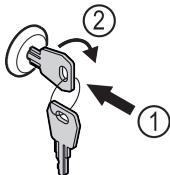

Fig. 161
- Trykk inn nøkkelen. Fig. 161 (1)
► Vri nøkkelen 90° med klokka. Fig. 161 (2)